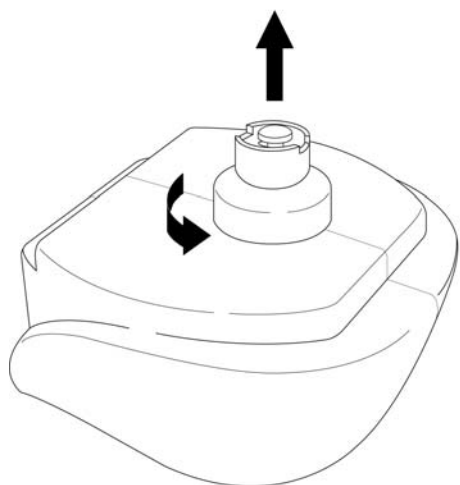

FIGURE 10
2. En tenant le Bac d'Eau à l'envers, dévissez et enlevez le Bouchon du Soupape en le tournant dans le sens inverse des aiguilles d'une montre (FIGURE 10).